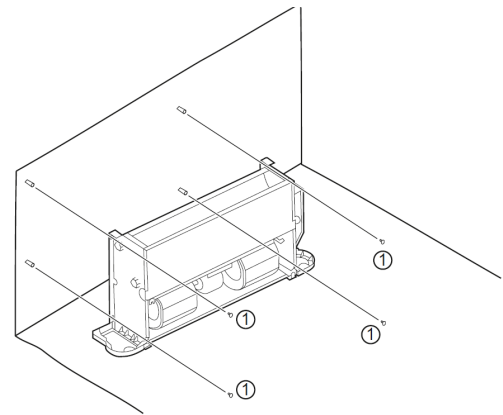

Figura 5-2 Schema per il fissaggio del corpo dell'unità
Come mostrato nella Figura 5-2, fissare quattro viti (①) in una struttura in muratura adeguata.